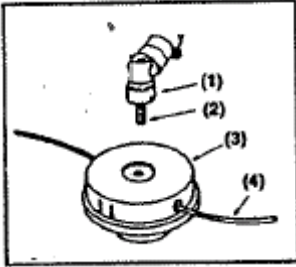

Imagen 13
- (1) – Tuerca
- (2) – Soporte exterior 1
- (3) – Soporte exterior 2
- (4) – Cuchilla
- (5) – Árbol de la caja de engranajes
- (6) – Varilla
- (7) – Soporte interior
- (8) – Caja de engranajes
■ INSTALACIÓN DEL CABEZAL DE NILON (OPCIÓN) (Imagen 13)